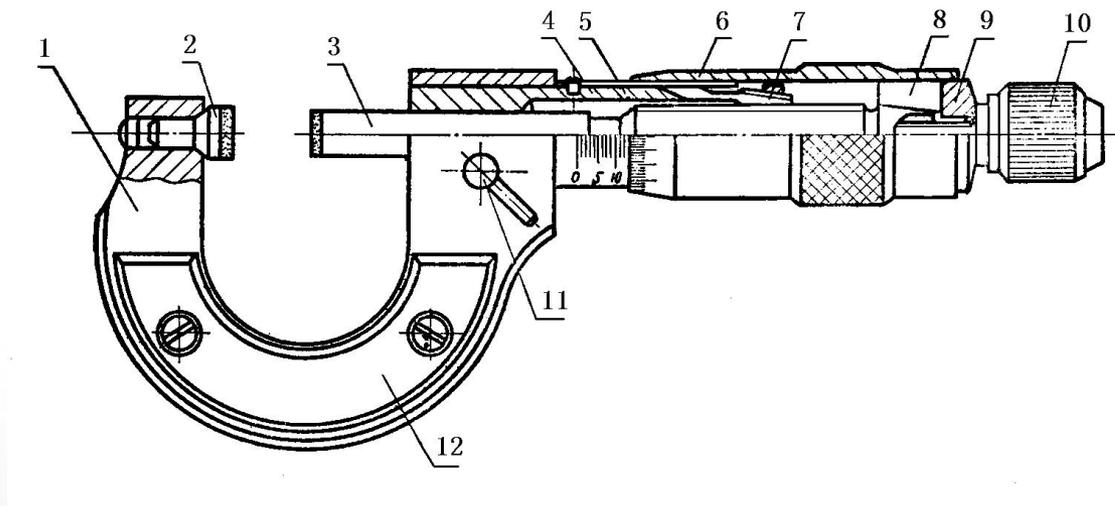

图6-14 0~25mm外径千分尺
1) 千分尺的工作原理 如外径千分尺的工作原理就是应用螺旋读数机构，它包括一对精密的螺纹——测微螺杆与螺纹轴套，如图6-14中的3和4，和一对读数套筒--固定套筒与微分筒，如图6-14中的5和6。